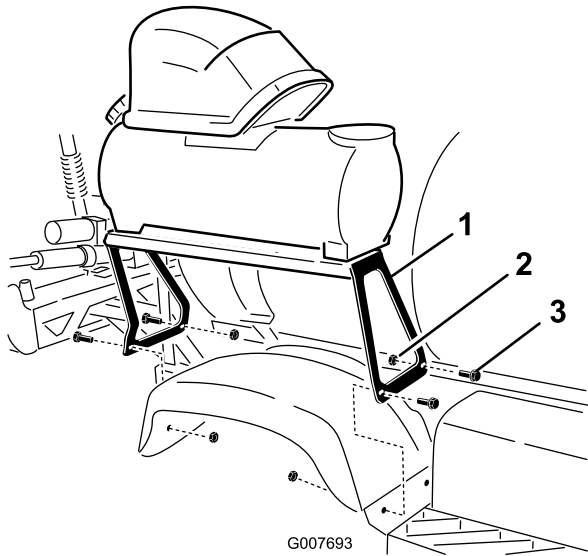

Figura 5
- 3. Montate la staffa sui fori del parafrangente posteriore destro mediante 4 bulloni a testa tonda (5/16 1-1/4 poll.) e 4 dadi di bloccaggio &Nut5_16, come illustrato in Figura 5.